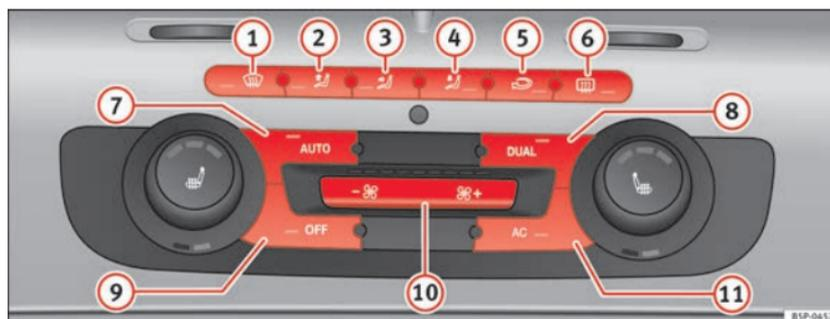

Fig. 135 Comandos do 2C-Climatronic no painel de instrumentos.
- Para activar o modo manual premir um dos botões do ⇒ página 173, fig. 135  ao , ou premir os botões do ventilador . A função seleccionada aparecerá no visor do rádio ou do navegador.
- Premir o botão  ⇒ página 173, fig. 135 , para ligar e desligar o modo de recirculação de ar. Está ligada se no visor é apresentado o símbolo . ▶